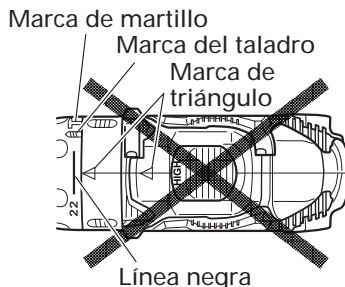

Fig. 22
- (1) Cuando utilice esta unidad como destornillador, alinee uno de los números "1, 4, 7 ... 22" de la tapa, o el punto negro, con la marca de triángulo de la tapa exterior.
- (2) Cuando utilice esta unidad como taladro, alinee la marca de taladro "∞" de la tapa con la marca de triángulo del cuerpo exterior.
- (3) Cuando utilice esta unidad como un taladro de percusión, hacer coincidir la marca de martillo "T" de la tapa con la marca de triángulo del cuerpo exterior.
- No utilice la unidad con el número de la tapa en "22" y la línea negra en el medio de la marca de taladro. Si lo hiciese, se podrían producir daños. (Consulte la Fig. 22)